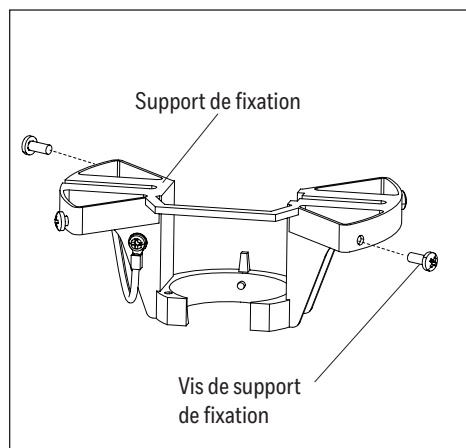

Figure 2.1
1. Desserrez les quatre vis du support de fixation, puis enlevez complètement les deux vis de fixation situées de chaque côté du support, qui s'aligneront avec les trous ronds du couvercle. Conservez pour l'installation du couvercle (Figure 2.1).